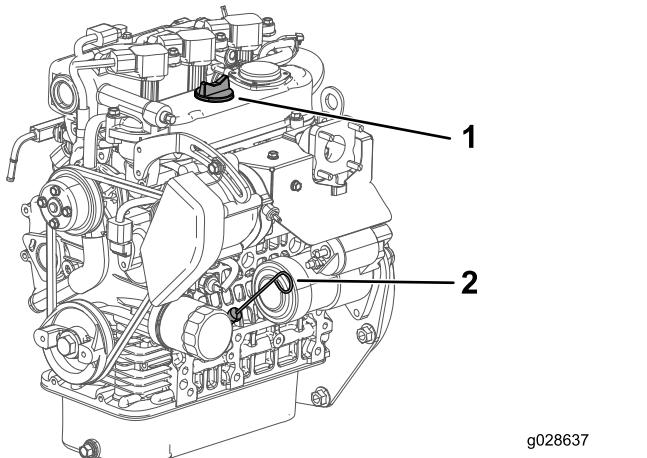

図 35
- ディップスティックを抜ききれいなウェスで一度拭く図 35。
5. ディップスティックを、チューブの根元までもう一度しっかりと差し込む図 35。
6. 引き抜いてディップスティックの目盛りで油量を点検する図 35。
7. オイルの量が不足している場合は、補給口のキャップ図 35を取り、ディップスティックの FULL マークまで補給する。
8. ディップスティックをしっかり差し込んで終了図 35